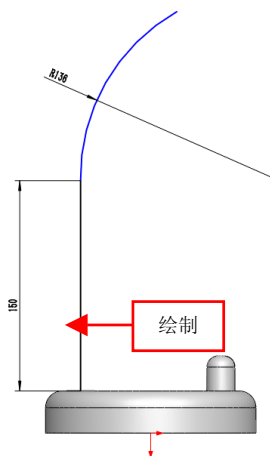

图 15-11 绘制草图对象
(2) 退出草图绘制环境, 单击【草图绘制】按钮, 选择上视基准面为草图绘制面, 单击相应的按钮, 绘制草图对象, 如图 15-11 所示。